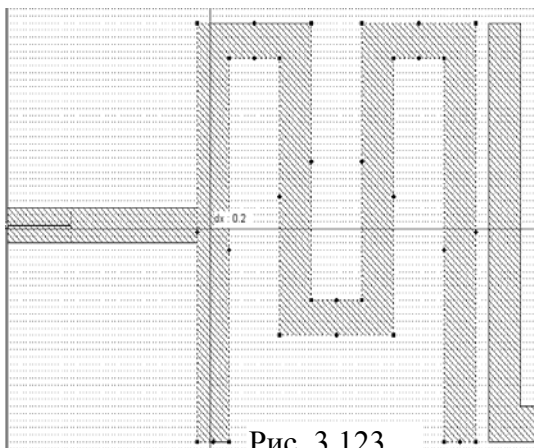
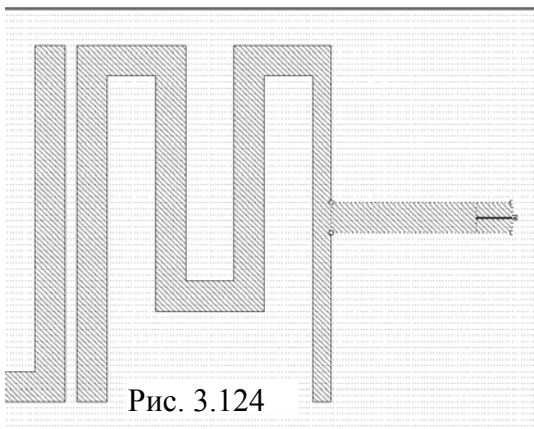

Рис. 3.123
Рис. 3.124
- Изменим параметры элементов кондуктивной связи. Установите курсор на имя электромагнитной структуры **F875-1125** в левом окне проекта, нажмите левую кнопку мышки и переместите курсор на группу **EM Structures**. Переименуйте копию структуры в **F875-1125A**. Дважды щёлкните по первому резонатору, установите курсор на ромбик посередине левой стороны левого проводника первого резонатора, нажмите левую кнопку мышки и переместите эту сторону на **0.2** вправо (рис. 3.123). Поскольку входной проводник является частью трансформатора сопротивлений, изменение его длины также будет влиять на характеристику. Мы пока оставим его длину без изменений. Чтобы соединить входной проводник с первым резонатором, сделаем следующее. Установите курсор мышки левее и выше первого резонатора, нажмите левую кнопку мышки и, не отпуская кнопки, переместите курсор правее и ниже правой стороны корпуса, чтобы выделить все элементы топологии, кроме входного проводника. Установите курсор на любой выделенный элемент топологии, нажмите левую кнопку мышки и переместите все выделенные проводники влево на 0.2 мм до соединения их с входным проводником. Дважды щёлкните по последнему резонатору, установите курсор на ромбик посередине правой стороны правого проводника последнего резонатора, нажмите левую кнопку мышки и переместите эту сторону на **0.2** влево. Установите курсор на выходной проводник, нажмите левую кнопку мышки и переместите этот проводник на 0.2 влево до соединения с последним резонатором (рис. 3.124). Чтобы выходной порт фильтра был расположен на правой стороне корпуса, уменьшим соответственно длину корпуса. Щёлкните по значку **Substrate Information** на панели инструментов. На вкладке **Enclosure** отрывшегося окна в поле **X-Dimension (mm)** введите **28.4**, в поле **X-Divisions** введите **568**, нажмите **OK**. Сделайте активным окно графика **KstU** и щёлкните по значку **Analyze** на панели инстру-